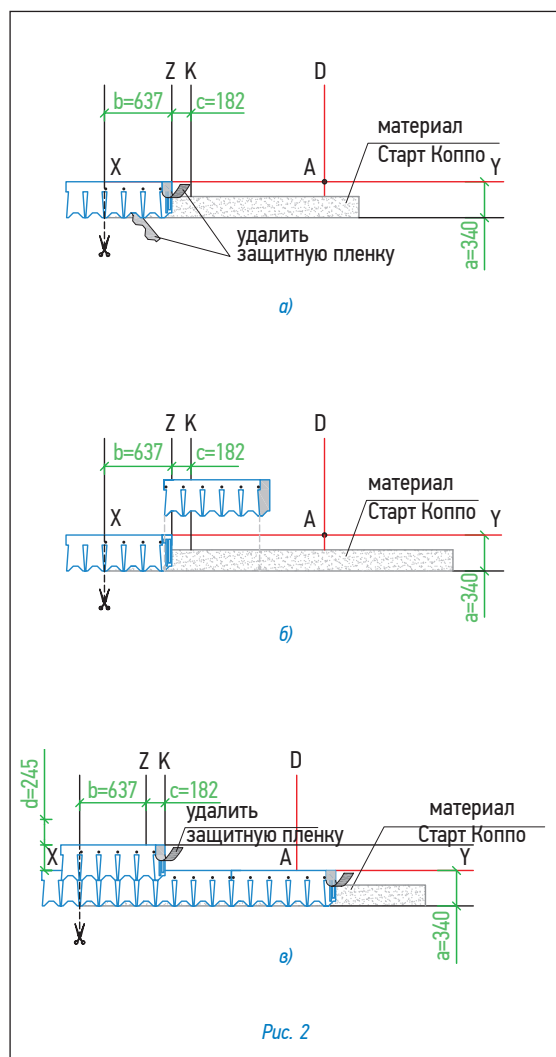

Рис. 2
Укладка материала (рис. 2)
- По линии карниза укладывается специальный самоклеящийся рулонный материал «Старт Коппо», формирующий начальный ряд; при этом предварительно с его изнаночной стороны снимается защитная пленка (рис. 2а);
- укладка черепицы начинается от линии Z, при этом ее верхний край выравнивается по линии XY (рис. 2а, 2б);
- следующий ряд укладывается от линии K (со смещением 18,2 см от линии Z) (рис. 2в);
3. Защитную пленку с поверхности самоклеящегося слоя рекомендуется удалять непосредственно перед креплением листа (рис. 2а).